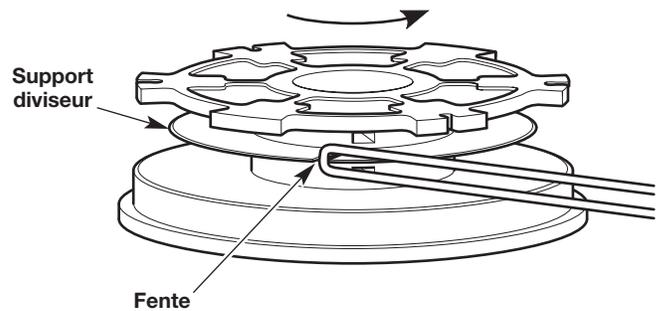

Fig. 19
2. Insérez la boucle dans la fente du support diviseur (Fig. 19). Enroulez le fil de façon serrée dans le sens illustré sur la base du moulinet, jusqu'à ce qu'il vous reste environ 15 cm (6 po.) de fil. Maintenez la moitié supérieure du fil au-dessus du support diviseur et la moitié inférieure du fil en-dessous du support diviseur.